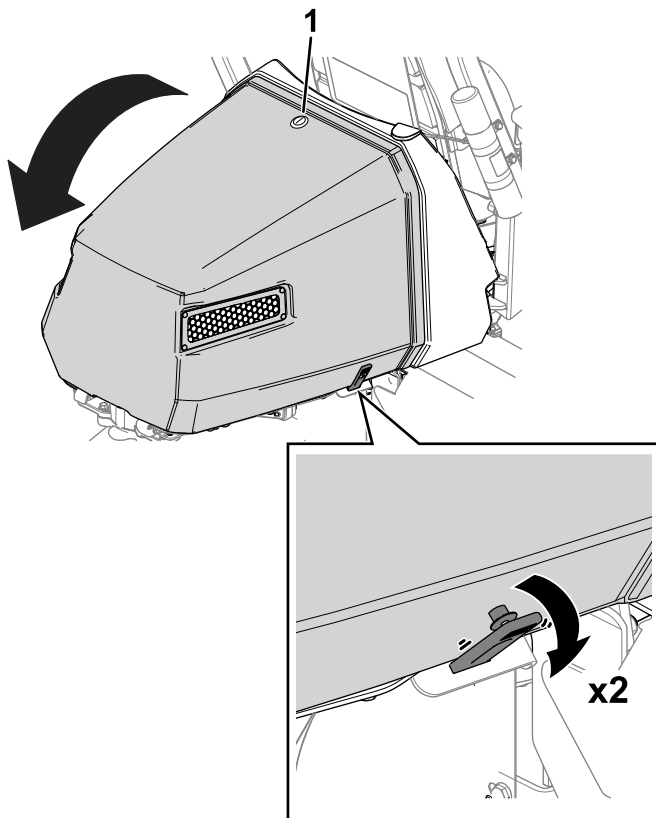

Figure 45
1. Déverrouillez le capot (Figure 45).
2. Détachez les attaches de chaque côté du capot (Figure 45).